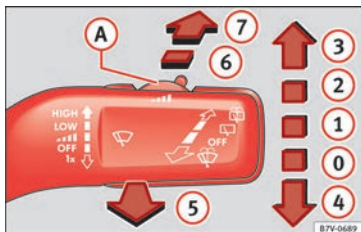

Abb. 65 Bedienung von Windschutz- und Heckscheibenwischer
- Scheibenwischerhebel kurz nach unten drücken » Abb. 65 (4).